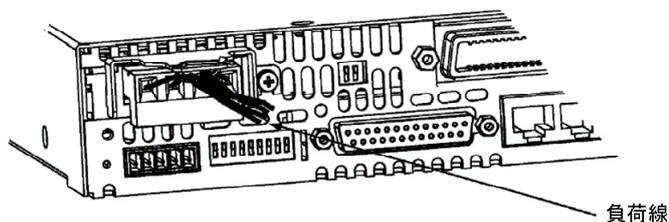

図 2-12 保護カバーと負荷線の取付け
- (6) 束線バンドを使って、負荷線を保護カバーの一方に締付けます。保護カバー内の線長に余裕を持たせて固定してください。
- ◆ 図 2-12 を参照してください。